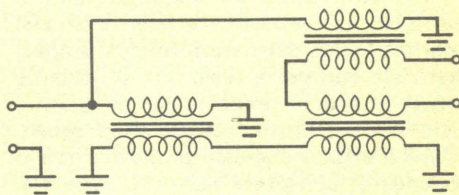

Fig. 5 - Trasformatore a linea di trasmissione per accoppiamento interstadio con isolamento in c.c.
Quando è necessario, cioè ad esempio quando il trasformatore deve essere usato per accoppiare tra loro stadi amplificatori, si può ottenere l'isolamento in corrente continua tra ingresso ed uscita usando tre trasformatori, come rappresentato nella *fig. 5*. Si tenga sempre presente che il nucleo serve solamente per evitare la presenza di correnti indesiderate; di conseguenza, se il filo è sufficientemente sottile ed il nucleo toroidale è ampio abbastanza, è possibile avvolgere tutti i tre trasformatori sullo stesso nucleo.
Fig. 5 - Due circuiti impieganti il SN76477: il primo simula il suono di un motore di un'auto da corsa o di una collisione (A); in (B) viene prodotto il suono di una macchina a vapore o di un aereo ad elica.
I circuiti per simulare i suoni di un motore di auto da corsa, di una collisione, di un motore a vapore che gira lentamente o di un aereo che va avanti e indietro sono riportati nella fig. 5-A e nella fig. 5-B. Nel primo circuito la velocità di rotazione del motore dell'auto da corsa è regolabile per mezzo di un potenziometro da 100 kΩ che varia la tensione continua applicata all'entrata di controllo del VCO (piedino 16). Le velocità di rotazione massime e minime sono predisposte con resistori fissi in serie con il potenziometro.